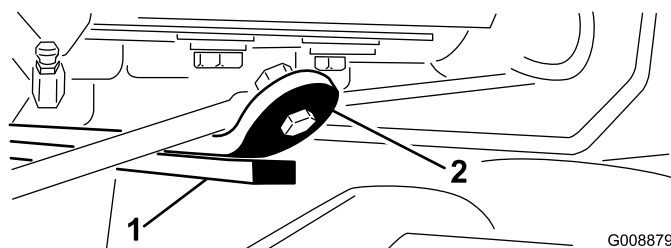

Figure 9
3. Démarrez le moteur, relevez les tabliers de coupe et vérifiez que l'écartement entre le segment d'usure sur le dessus de la barre d'usure du tablier arrière et la bride de butée est compris entre 0,51 et 2,54 mm (0,02 et 0,10 po), comme montré à la Figure 9.